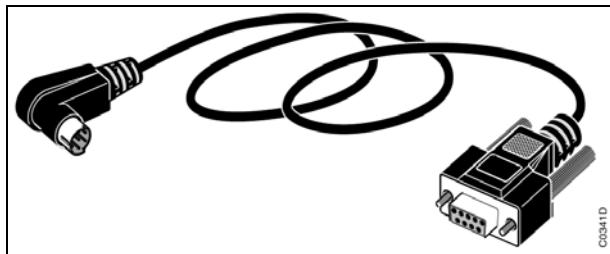

Figura 0-17: Cable de comunicación 07 SK 51
7.2.1. Diagrama de conexión de 07 SK 51 (ver Figura 0-17):